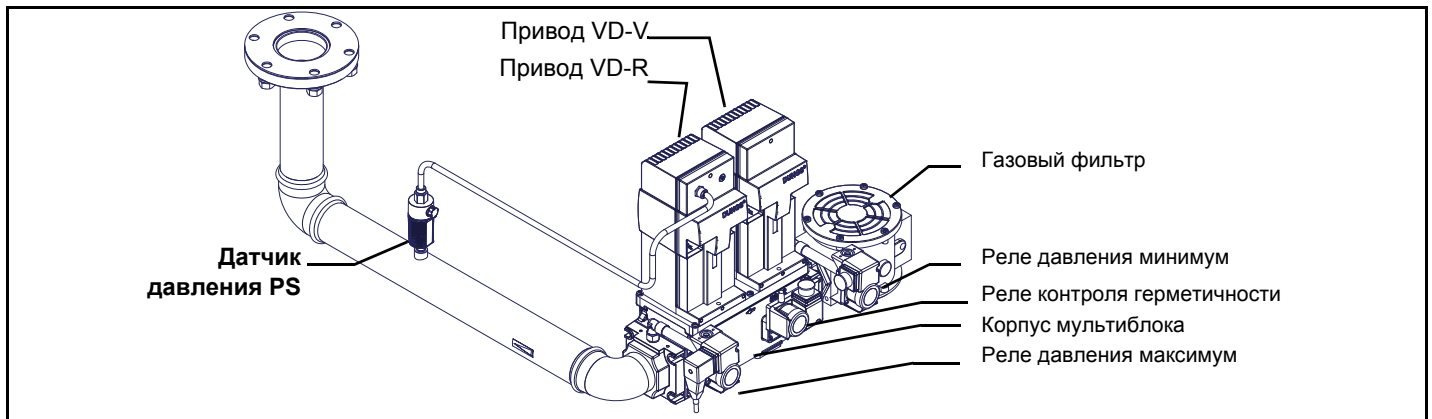

Рис. 5 - Пример газовой рампы
ВНИМАНИЕ: после монтажа газовой раампы согласно схеме на Рис. 5, необходимо провести тестирование на герметичность газового контура, согласно требований действующих нормативов.
- 1 - б) при фланцевых соединениях: между соседними компонентами устанавливать прокладку (1А..1Е - Рис. 5), совместимую с используемым газом,
ВНИМАНИЕ: после монтажа газовой рампы согласно схеме на Рис. 5, необходимо провести тестирование на герметичность газового контура, согласно требований действующих нормативов.